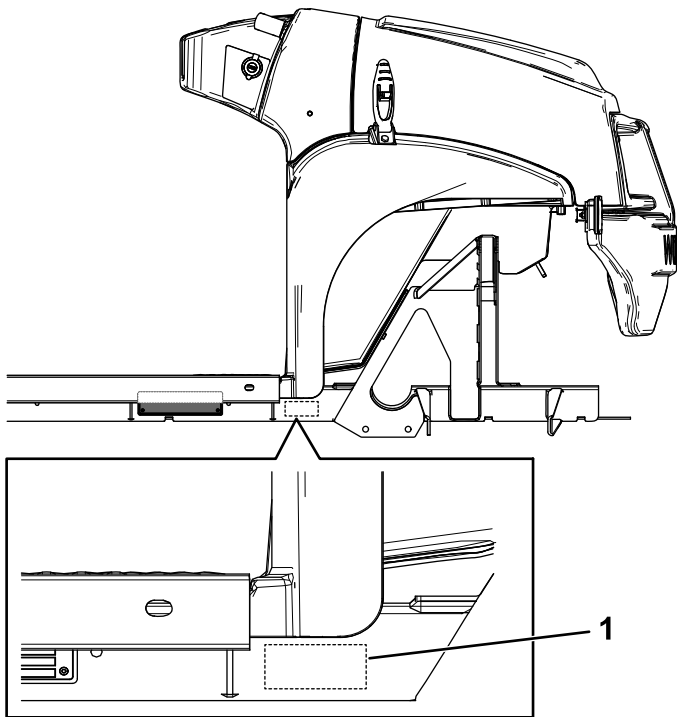

Figure 7
2. Frappez le numéro de série sur la machine à l'emplacement indiqué à la Figure 7.